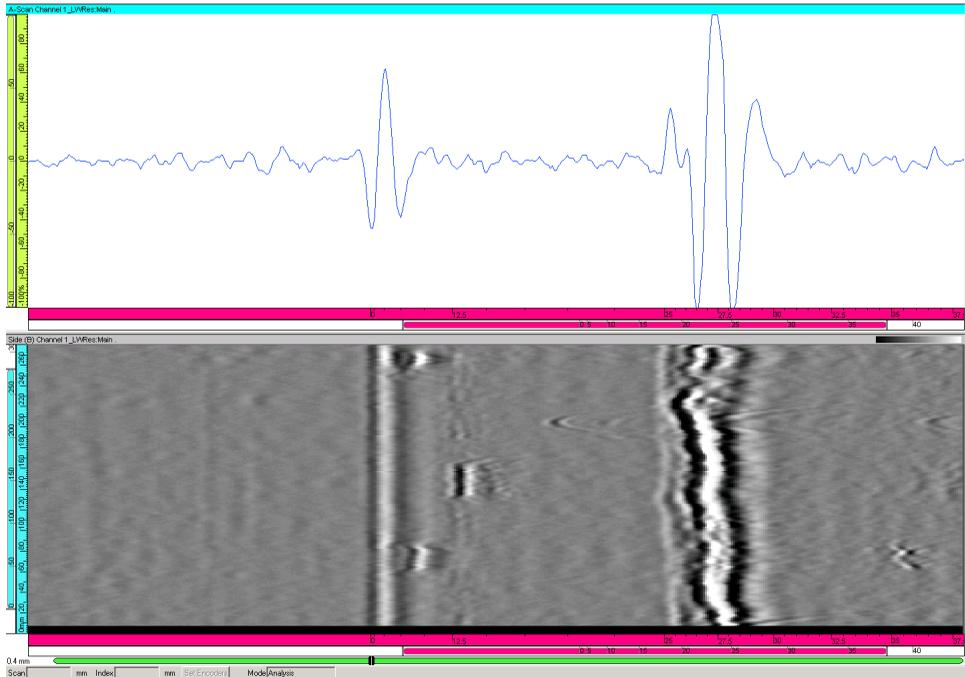

Figure 7-19 Données TOFD après la synchronisation d'onde latérale
7. Sélectionnez **Vue > Contenu** dans le menu et affichez le **LWS** nouvellement créé. L'onde latérale est maintenant synchronisée (voir la Figure 7-19 à la page 375).